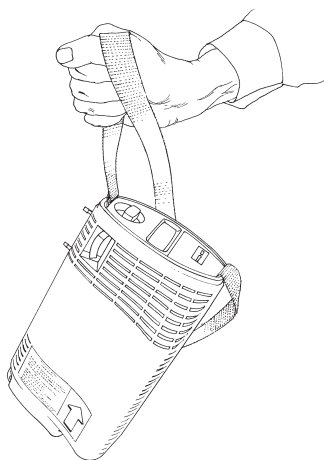

Abbildung 13
9. Überprüfen Sie die Flüssigsauerstoffinhaltsanzeige (siehe Abbildung 13). Die Menge an Flüssigsauerstoff in dem tragbaren Companion-Gerät wird an der Inhaltsanzeige auf der Geräteoberseite abgelesen.